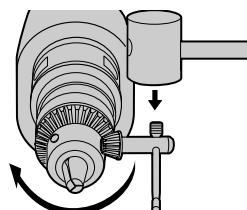

FIG. 3
## Retrait du mandrin (Fig. 3, 4)
1. Installer la clé du mandrin comme illustré en Figure 3. À l'aide d'un maillet en bois ou un objet similaire, donner un coup sec sur la clé VERS LA DROITE. Cela desserrera la vis dans le mandrin.